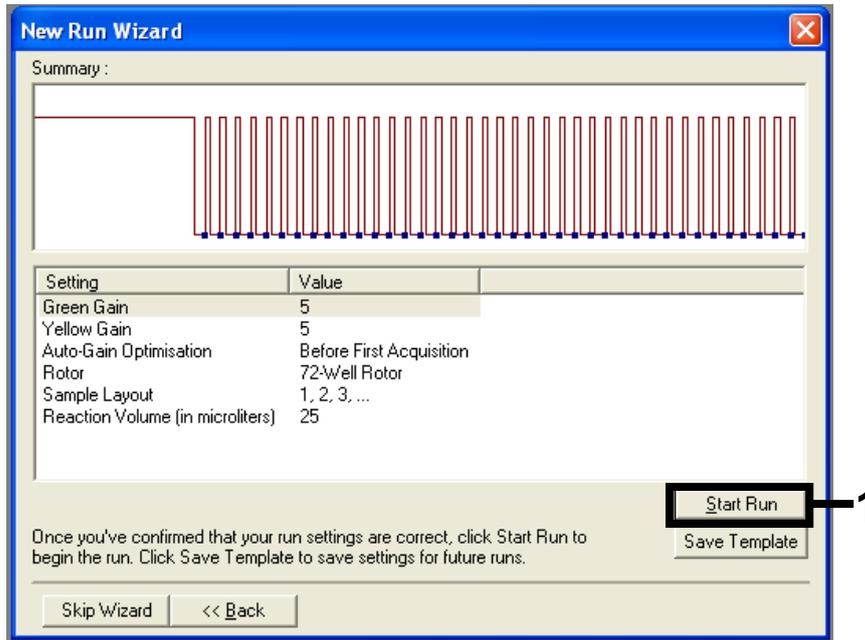

Ilustración 36. Cuadro de diálogo "New Run Wizard" (Asistente para series nuevas) y pantalla de resumen (1 = Botón "Start Run" [Iniciar la serie])
5. Compruebe el resumen y haga clic en "Start Run" (Iniciar la serie) para guardar el archivo de análisis y comenzar la serie (ilustración 36).